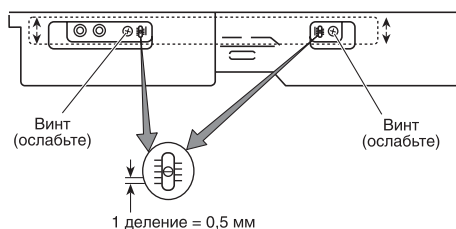

Рис. 28. Регулировка высоты направляющего профиля базы зеркал
- Если расстояние La больше Lb , а расстояние Lc меньше Ld , то поднимите направляющую базы зеркал № 2 со стороны выхода бумаги на половину разности $La - Lb$, ослабив винты (рис. 28).